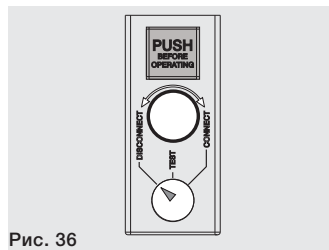

Рис. 36
- автоматический выключатель находится в положении «**ВЫКАЧЕН - DISCONNECT**» (см. Рис. 36).